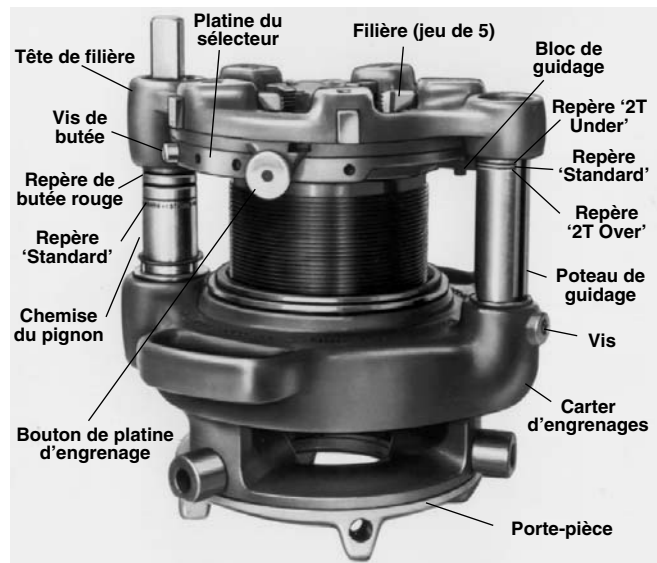

Figure 8 – Fileteuse démultipliée n° 141 avec indication des repères de la chemise du pignon et du poteau de guidage (fileteuse démultipliée n° 161 similaire)
Immobilisez le porte-pièce, puis tournez le carré de l'arbre d'entraînement ou le carter d'engrenages à la main jusqu'aux repères correspondants du poteau de guidage (Figure 8).
(Figure 8)
4. Tournez le poteau de guidage jusqu'à ce que l'encoche rectiligne soit orientée vers l'intérieur pour un filetage droit ou que l'encoche diagonale le soit pour un filetage conique. La Figure 8 montre le poteau de guidage en position de filetage conique.
1. Enlevez la vis de blocage de la platine du sélecteur (Figure 8).
2. Tirez sur les boutons et tournez la plaque à cames jusqu'au repère CD de la tête de filière (Figure 8).
3. Retirez le jeu de filières usées et installez le nouveau jeu de filières (Figure 8).